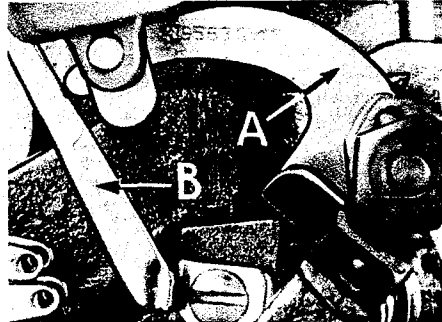

Fig. 4
Wenn der Nadelfadenabzugsbügel (A, Fig. 4) den Greiferfadenabzugsbügel (B) überdeckt, so muß der Bügel (B) nach hinten verschoben werden. Beim Festziehen der Schraube für den Greiferfadenabzugsbügel ist darauf zu achten, daß der Nadelhebel kein Axialspiel hat.
If needle thread cam pull-off (A, Fig. 4) overlaps looper thread pull-off (B), separate by moving looper thread pull-off back. When retightening looper pull-off screw, be sure to take up end play in needle driving arm.